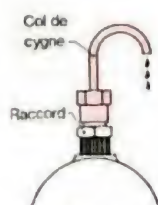

Fig. 8.
- c) Colage au tube en col de cygne (fig. 8 et 10).
Revisser ensuite le raccord muni du col de cygne (fig. 8) puis alimenter la pompe en gas-oil, de préférence par un petit réservoir en charge. S'assurer du bon positionnement de la crémaillère (Voir constructeur).